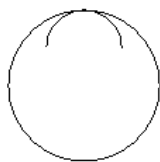

图 4.7.13 垂直移动图元
- **Vert (竖直)**: 选取该命令后, 图元垂直移动。在系统 输入值[退出] 的提示下, 输入值 20, 单击鼠标中键完成移动, 如图 4.7.13 所示。